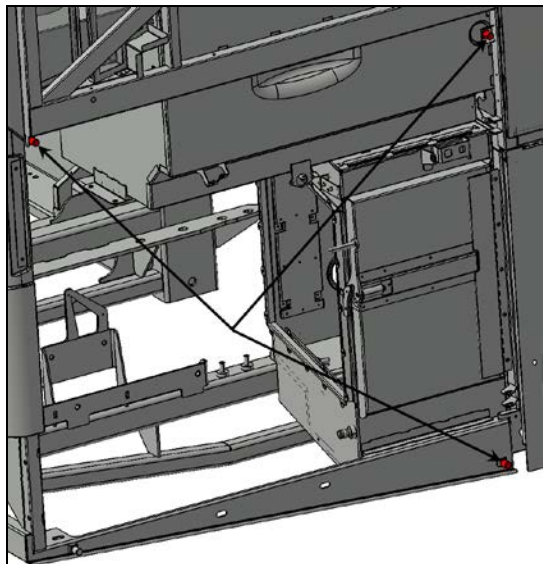
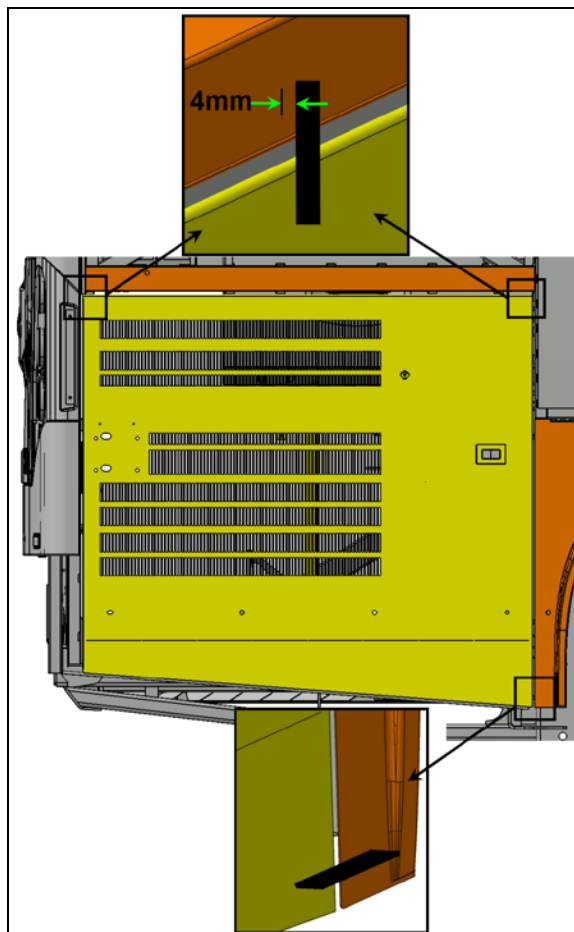

FIGURE 128:
FIGURE 129:
18. Visser ou dévisser les butées supérieures afin que la partie supérieure de la porte excède le panneau supérieur de  $5/32''$  à  $3/16''$  (4mm à 5mm) (Voir Figure 128: et Figure 129:).